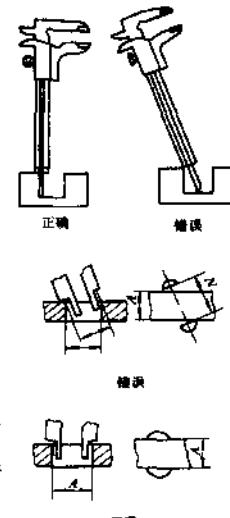

图 1-9 游标卡尺的使用(一)
(3) 测量时,被测面与卡尺应成垂直位置,量爪不能歪斜,见图 1-9。